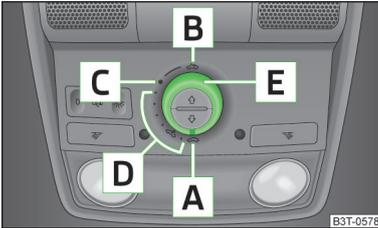
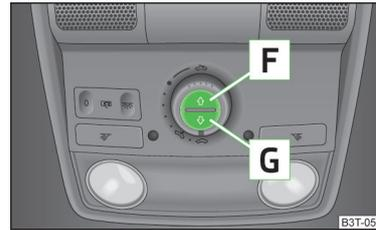

Abb. 28
Abb. 29
- Wurde z. B. die Batterie abgeklemmt und wieder angeklemmt, kann es passieren, dass das Schiebe-/Ausstelltdach außer Funktion ist. Dann den Drehschalter in die Schalterstellung  » Abb. 28 auf Seite 51 stellen, ziehen und an der Ausparung nach unten und vorn festhalten. Nach etwa 10 Sekunden geht das Schiebe-/Ausstelltdach auf und wieder zu. Erst danach den Drehschalter wieder loslassen.
- Wurde z. B. die Batterie abgeklemmt und wieder angeklemmt, kann es passieren, dass das Sonnenschutzrollo außer Funktion ist. Dann den Schalter in Stellung  » Abb. 28 auf Seite 51 drehen, die Taste  » Abb. 29 auf Seite 51 drücken und halten. Nach etwa 10 Sekunden geht das Sonnenschutzrollo auf und wieder zu. Erst danach den Drehschalter wieder loslassen.
➤ Den Schalter in Stellung **C** » Abb. 28 drehen.
Das Sonnenschutzrollo kann mithilfe der Tasten geschlossen bzw. geöffnet werden » Abb. 29.
- Zum vollständigen Öffnen die Taste **F** » Abb. 29 kurz drücken.
- Zum vollständigen Schließen die Taste **G** » Abb. 29 kurz drücken.